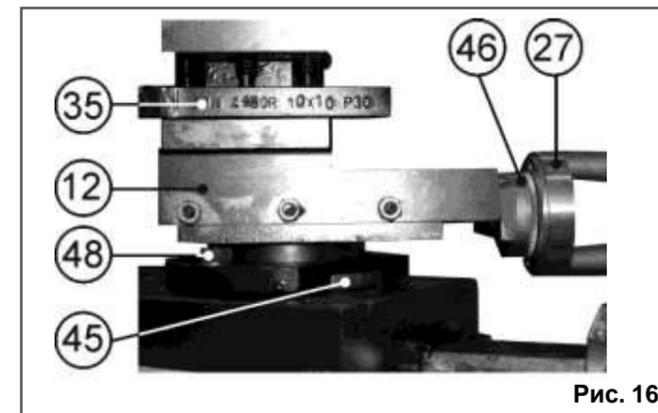

Рис. 16
10.3.6. Для выполнения конусного точения ослабьте два болта (48), установите поворотный суппорт (12) на необходимый угол по показаниям шкалы (45), зафиксируйте положение поворотного суппорта (12) двумя болтами (48), Рис. 16.
10.3.7. Конусное точение выполняется вращением маховика (27) подачи поворотного суппорта для перемещения резца (35). Размер контролируется по показаниям лимба (46) (1 деление = 0,025 мм), Рис. 16.
10.3.8. Конусное точение в центрах можно выполнить, смещая заднюю бабку (17), как показано на Рис. 16А. Два болта (57) служат для фиксации задней бабки (17) в установленном положении, Рис. 16А.
Рис. 16а